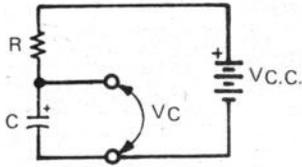

Fig. 5 - Simple circuito de carga de um capacitor.
- Vamos, então, recordar a "velha" eletricidade: vejam aqui, na Fig. 5, o consagrado circuito de carga de um capacitor através de um resistor e uma fonte de tensão constante. Sabemos que VC cresce de forma exponencial mas... obedecendo a que expressão? Alguém se lembra?
- Nada disso! Eu estava distraído, tentando deduzir a expressão pedida! Olha, a equação, segundo a Fig. 5, é a seguinte: